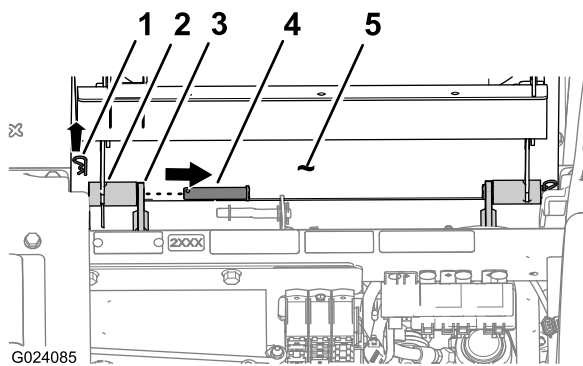

Figura 63
3. Insira os dois pinos articulação que prendem o banco e painel do banco ao chassis (Figura 63).
4. Insira os dois ganchos que prendem o encaixe articulado do painel do banco aos suportes do chassis (Figura 63).